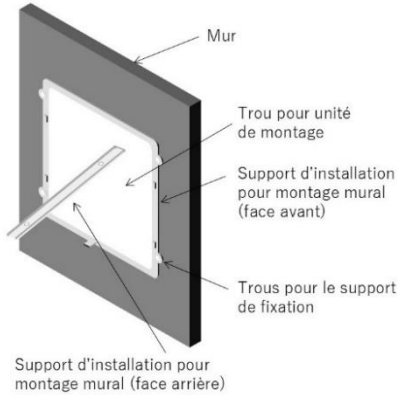

Fig. 3.4.2
- Insérez le support arrière (*1, 2) à travers le trou à l'arrière du mur (Fig. 3.4.2, 3).